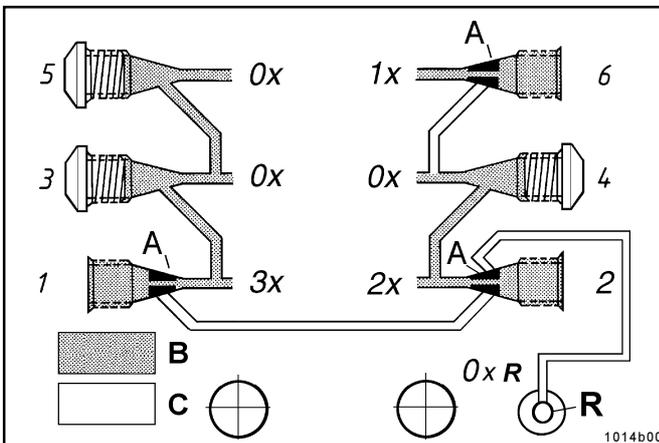

Fig. 1 – Débit simple, double ou triple ; SSV monté à l'arrière
* Fermer les trous de sortie non nécessaires à l'aide d'une vis de fermeture ; voir Fig. 1 ou 4.
Important : si la sortie n° 2 est raccordée à un point de lubrification, ne pas fermer la sortie n° 1. Voir fig. 1.